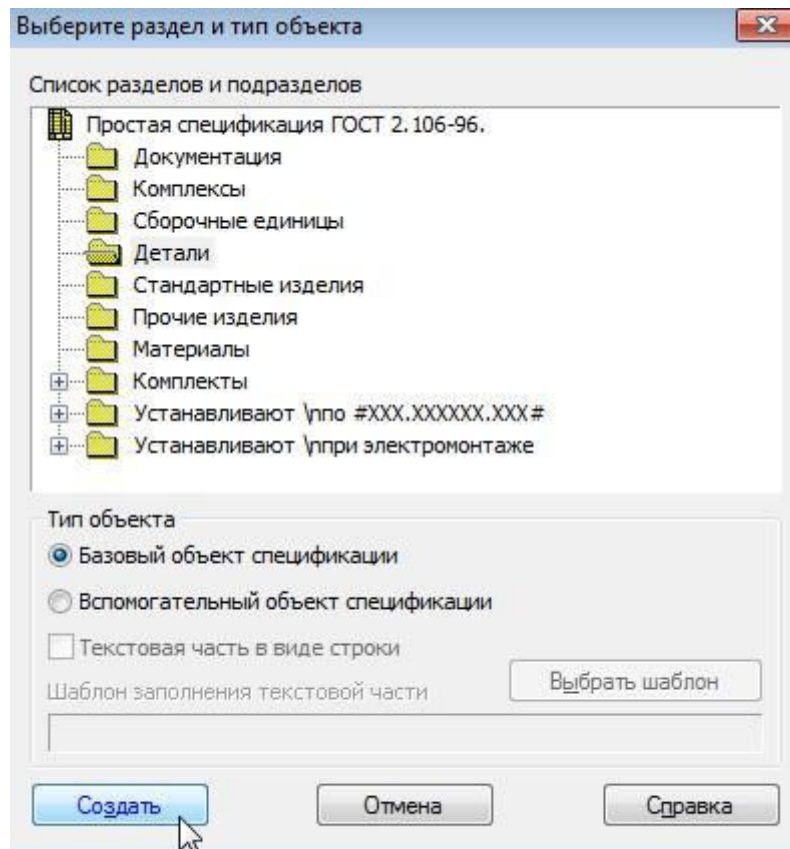

Рис. 10.21
- выполните команду **Спецификация – Добавить объект...**, в диалоговом окне **Выберите раздел и тип объекта** выберите раздел **Детали** и нажмите кнопку **Создать** (рис. 10.21);